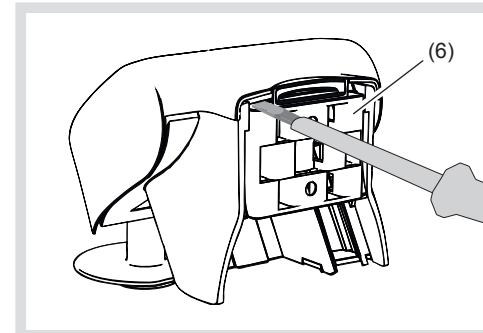

Bild 4: Wand-/Mastbefestigung lösen
Die Wetterstation wird inklusive einer Wand-/Mastbefestigung (6) ausgeliefert. Diese ist bei Auslieferung an der Rückseite eingerastet (Bild 4).
- Wand-/Mastbefestigung (6) mit einem Schraubendreher vorsichtig aus der Rastung lösen und nach unten ausschublen (Bild 4).